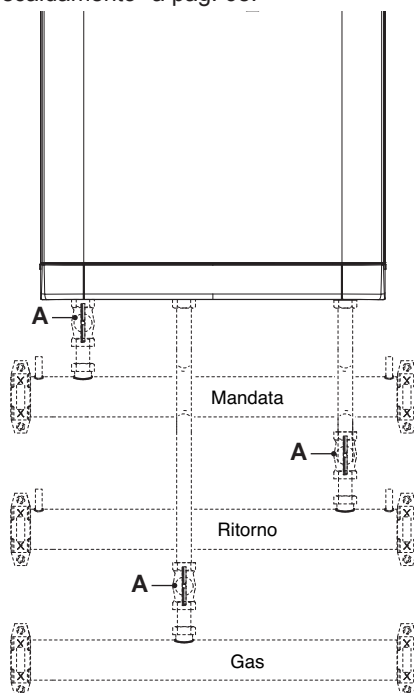

Figura 2.17
- Chiudete i rubinetti di intercettazione (A - Figura 2.17), previsti in installazione;